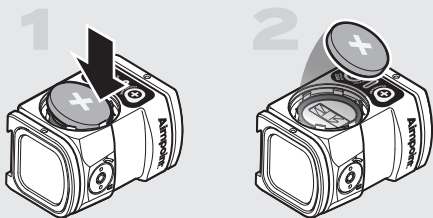

Fig. 2 Rimuovere la pila
- a Svitare e rimuovere il tappo della pila (3) con il lato piatto dello strumento Aimpoint (8B).
- b In caso di sostituzione della pila, rimuovere la pila scarica dal vano pila premendo con cautela su un bordo come mostrato in Fig. 2.